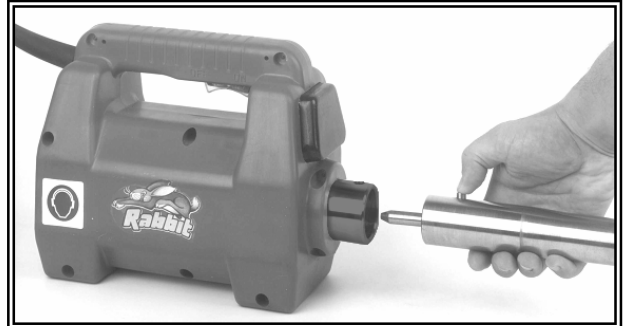

Fig.: 1.7-1
**Montaje Transmisión:** Para acoplar la transmisión flexible al motor, se presiona el botón de bloqueo a fondo, a continuación se introduce el acoplamiento de la transmisión al acoplamiento del motor, haciendo coincidir los dos planos del terminal cable con los del casquillo acoplamiento del motor, e introducir suavemente hasta coincidir el botón de bloqueo con el alojamiento de seguridad del motor. Si ofrece resistencia **NO FORZAR**, hacer girar ligeramente el motor para facilitar su introducción y perfecto acoplamiento. (Véase Fig.: 1.7-1).